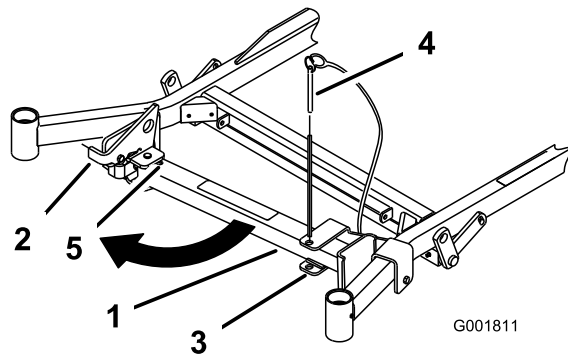
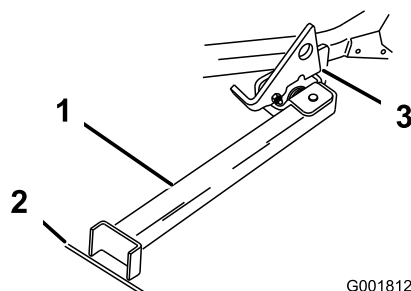

Figura 47
Figura 48
2. Togliete il perno dalla staffa (Figura 47).
4. Portate il piede del supporto sul davanti e spostatelo verso la macchina, nell'intaglio inferiore (Figura 47 e Figura 48).
5. Mettete a terra il piede del supporto e appoggiate il dispositivo di chiusura sull'aletta orientabile (Figura 48).
Nota: Per ottenere risultati ottimali, appoggiate il piede del supporto nelle fessure del marciapiede o nel tappeto erboso (Figura 48).
7. Guidate la macchina sul supporto. Fermatevi quando il dispositivo di chiusura cade sull'aletta e si chiude (Figura 48).
5. Riportate il supporto in posizione di riposo (Figura 47).